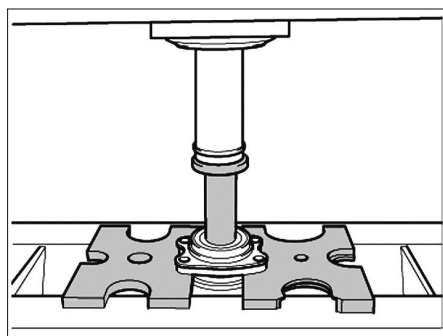

Fig. 26
- Presse et extracteur (Fig.26) et (Fig.27).
- Extraire à la presse le moyeu de roue du roulement avec un mandrin de taille approprié (Fig.26).